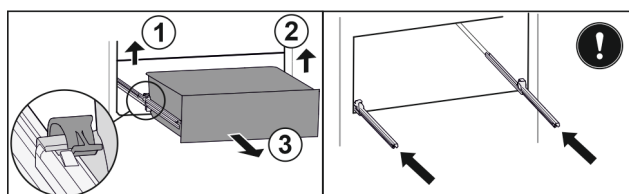

Fig. 183
- Løft venstre klemme og trekk samtidig skuffen fremover til venstre. Fig. 183 (1)
- Løft høyre klemme og trekk samtidig skuffen fremover til høyre. Fig. 183 (2)
- Ta ut skuffen framover. Fig. 183 (3)